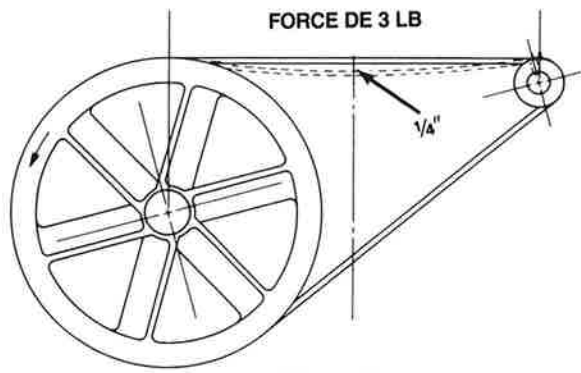
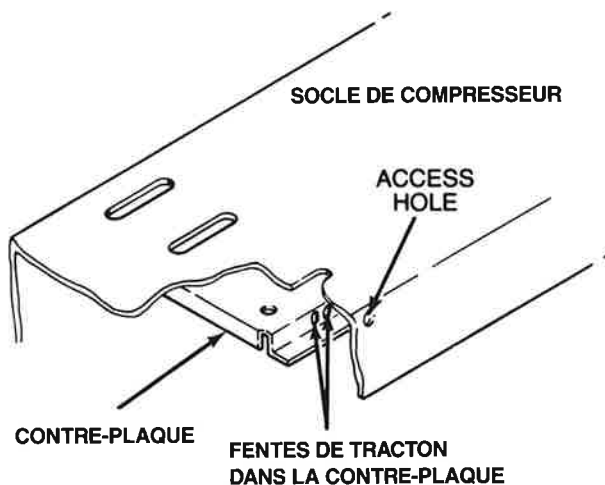

Figure 10
Figure 9
5. Ramenez le moteur en position normale. Tendez la courroie en introduisant un gros tournevis dans le trou de côté du socle, près de la courroie, voir fig. 9. Faites lever le levier pour reculer la contre-plaque. La tension est bonne quand une force de 3 lb, ou une poussée équivalente du doigt, infléchit la courroie de $\frac{1}{4}$ po. entre les poulies, voir fig. 10.